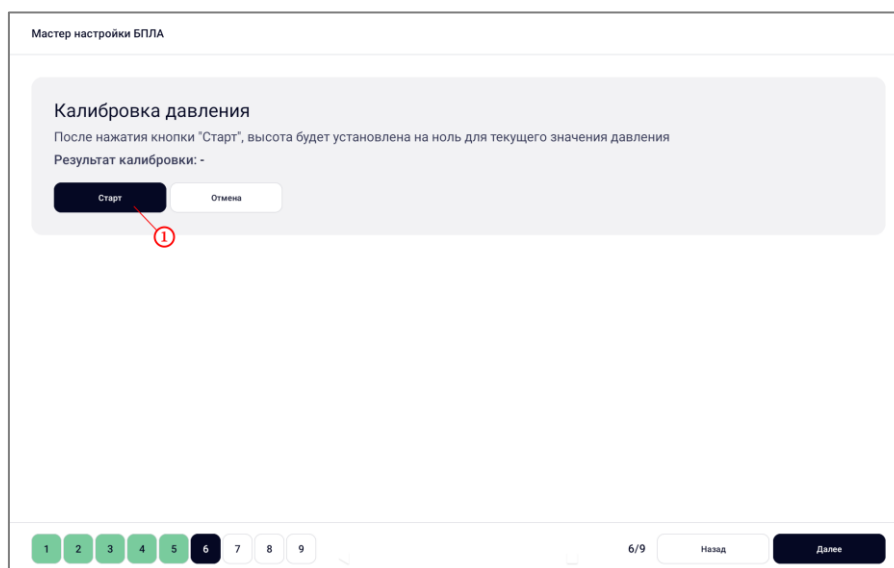

Рисунок 15 – Выполнение шага 6
- нажать на кнопку «Старт» (рисунок 15, шаг 1);